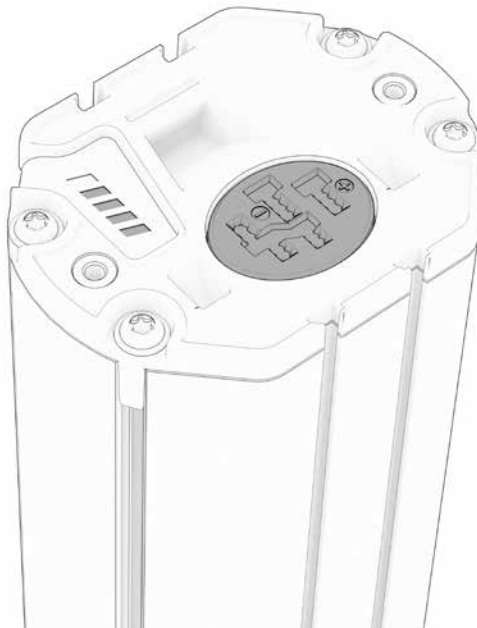

Abb. 14
1. Stecke zunächst den Stecker des Ladekabels in die Ladebuchse am Akku (Abb. 14) und verbinde dann das Ladegerät mit einer Steckdose.